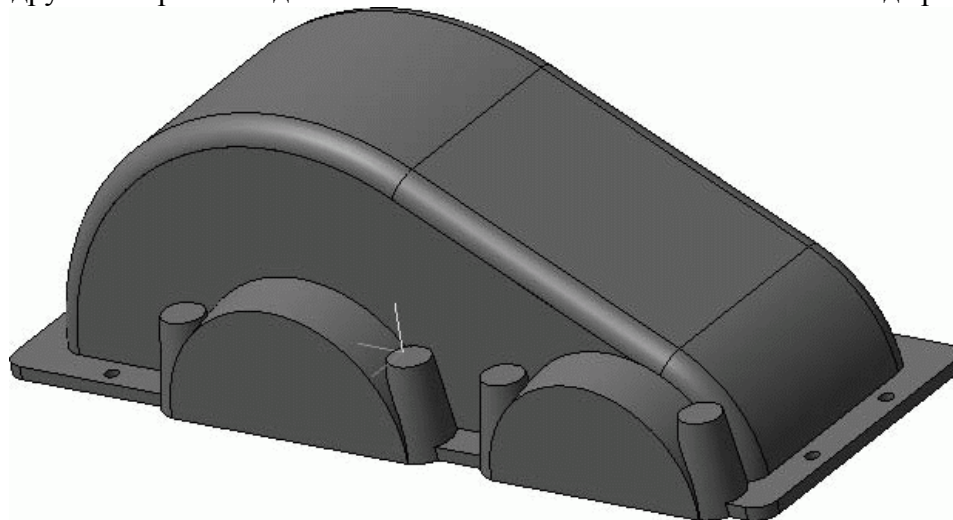

Рис. 3.99. Добавление мест крепления крышек подшипников и бобышек в модель крышки редуктора
8. Бобышки создаются аналогично, только вспомогательную плоскость для эскиза верхней опорной площадки бобышек нужно смещать в прямом направлении (величину смещения оставить той же, что и в корпусе, – 70 мм). Эскизы основания и верхней площадки бобышек скопируйте из модели корпуса. Как и в корпусе, каждую правую бобышку получайте при помощи зеркального копирования (команда Зеркальный массив панели Редактирование детали). Не забудьте сразу скрыть все вспомогательные плоскости. После проведенных преобразований модель примет следующий вид (рис. 3.99). Обратите внимание, что все перечисленные трехмерные элементы добавлены только с одной стороны крышки, с другой стороны модели на месте боковой стенки пока остается дыра.